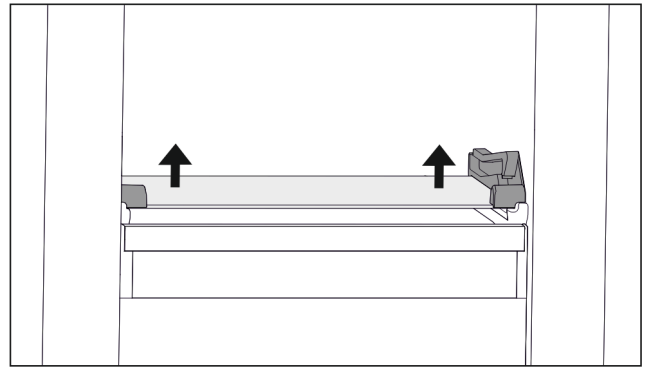

Fig. 66 Стъклена плоча на наклонящото се чекмедже
- ▶ Натиснете стъклената плоча от долу нагоре от двете страни. (виж Fig. 66)